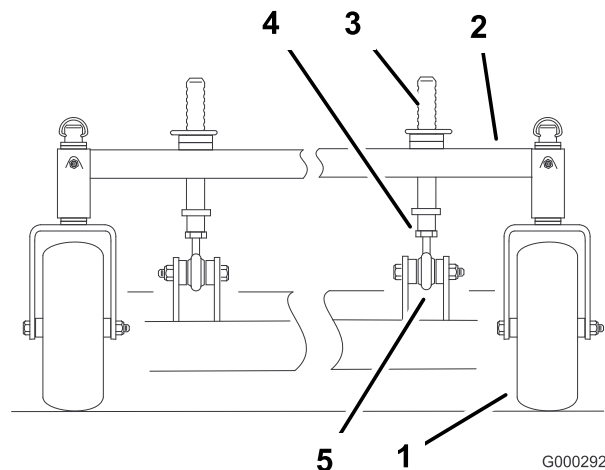

**Figura 56**
2. Disponete una lama in posizione longitudinale rispetto alla macchina. Misurate ai punti **A** e **B** da una superficie piana fino al tagliente della punta della lama (Figura 56).